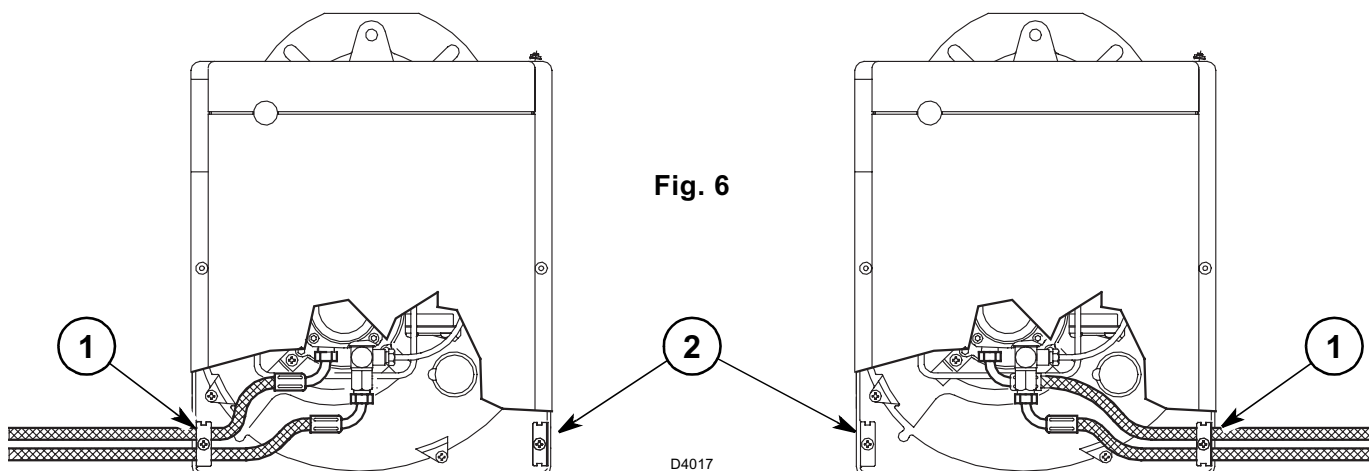

Fig. 6
Selon que la sortie des flexibles est à droite ou à gauche, il peut y avoir lieu de changer l'emplacement de la plaque de fixation (1) avec celle d'obturation (2), (voir fig. 6).